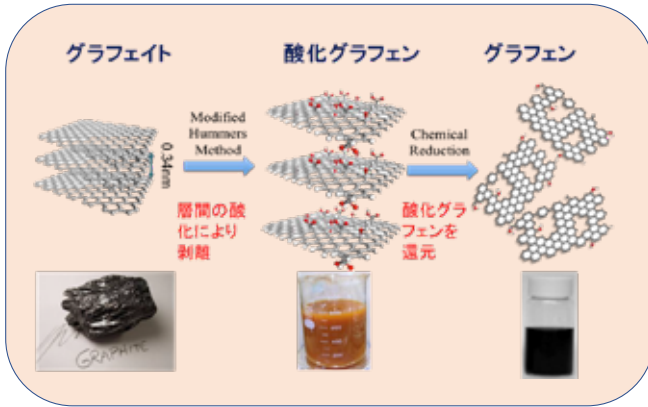

図1 グラファイトからの酸化還元法によるグラフェン作製法
グラフェンが実用素材として魅力的なのは、低廉なグラファイトから低コスト量産可能で、現時点においても、価格はCNTの1/200以下であるが、将来的には、はるかに安くなると思われる。グラファイトはグラフェンの層が積層化されたものであり、グラフェンの層間はファンデルワース力で結合しているだけであるから容易に剥離される。図1は、著者が用いているグラフェン作製方法②で、グラファイト粉を硫酸と硝酸の混液に浸し、過酸化水素で酸化して酸化グラフェンとして